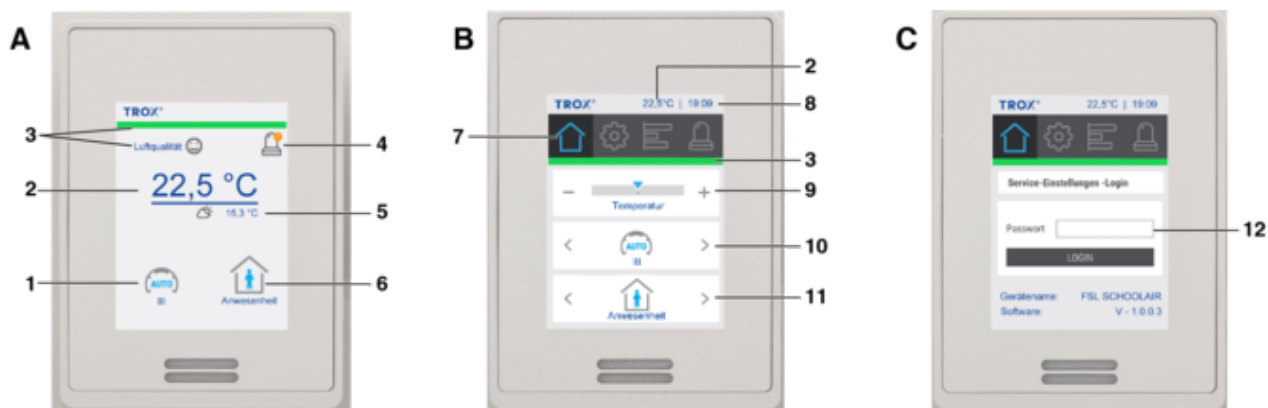

Abb. 60: Digitales Raumbediengerät
<p>Einstellungen</p> <p>Anzeige Geräte-Name (konfigurierbar über Einstellungen) und aktuelle Softwareversion. Passwortgeschützter Bereich zum Zurücksetzen der Filterwechselanzeige und Aktivierung der Ferienschtaltung (Betriebsmodus = Aus).</p> <p>Der Zugriff auf die Einstellungen kann mit einem Passwort (optional) gesperrt sein, (Abb. 60/C).</p> <p>Zur Passworteingabe das Feld „Passwort“(12) anwählen. Mit der eingeblendeten Ziffern-Tastatur das festgelegte Passwort eingeben und mit [Enter] (links unten) bestätigen. Danach [Login] anwählen.</p>